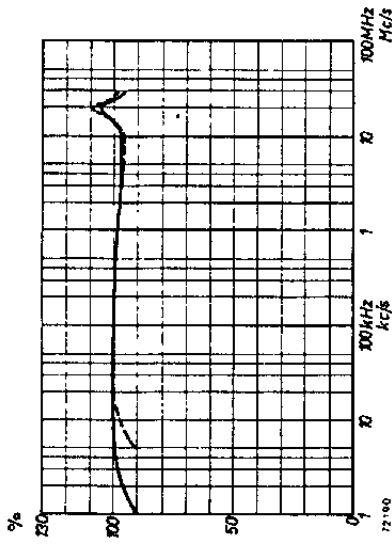

Fig. 1
In fig. 1 is de frequentiearakteristiek weergegeven bij het gebruik van de directe ingang (stand „3 mV“, frequentiegebied 1 kHz — 30 MHz) en bij het gebruik van de verzwakker-ingang (stand „30 mV — 1 kV“, frequentiegebied 5 kHz — 30 MHz).
- Frequentiearakteristiek — De maximale afwijking ten opzichte van de gemiddelde frequentiearakteristiek (fig. 1) is bij gebruik van de directe ingang < 4% en bij gebruik van de verzwakker-ingang < 5%.